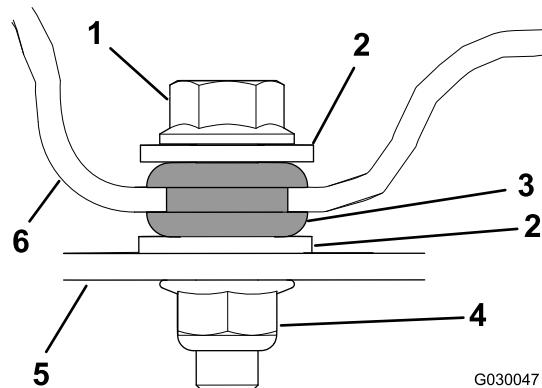

Figura 6
3. Fissate il tettuccio con 4 bulloni a testa flangiata, 8 rondelle e 4 dadi flangiati (Figura 6).